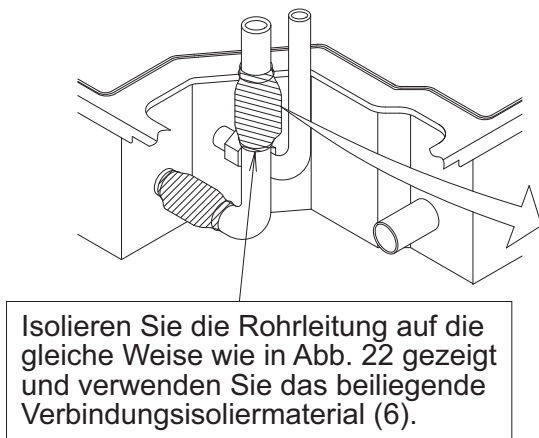

Abb. 23
- Wickeln Sie Dichtungs material (klein) (9) um das Verbindungs-Isoliermaterial (6) (7).
- Stellen Sie sicher, dass die Naht des Isoliermaterials (6) und (7) oben liegt.
- Verwenden Sie für nach oben und nach rechts zeigende Rohrleitungen das beiliegende L-förmige Rohrstück und isolieren Sie die 2 Anschlüsse. **(Siehe Abb. 23, 24)**